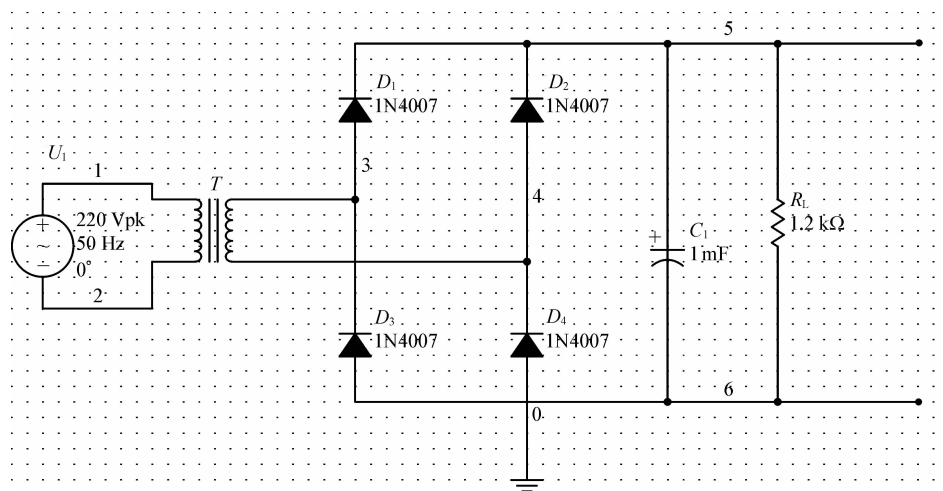

图 1-2-8 原理图
(1) 按下列原理图(图 1-2-8)在万能板上将电路制作完成。